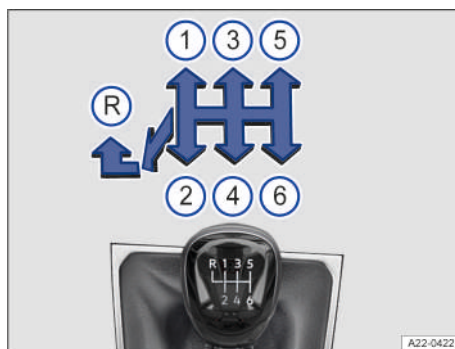

Fig. 140 Esquema de las marchas de un cambio manual de 6 marchas.
2. Sitúe la palanca de cambios en la posición deseada → fig. 140 ①.
3. Mueva la palanca de cambios completamente hacia la izquierda y después hacia delante para situarla en la posición de la marcha atrás → fig. 140 (R).